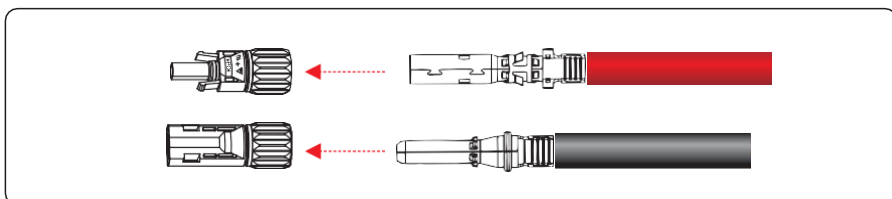

Figura 5.12 Conexión de los conectores positivos y negativos
Paso 3 Inserte los cables de alimentación positivo y negativo unidos a los conectores positivo y negativo correspondientes hasta escuchar un clic, tal como se indica en la figura 5.12.